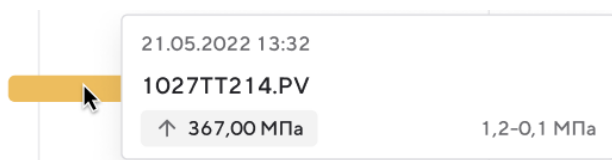

Рисунок 173 – Краткая информация события выхода за предупредительную уставку (L) (одно событие)
- Рисунок 173 — дополнительное окно с краткой информацией для события выхода за предупредительную уставку (L) (одно событие);